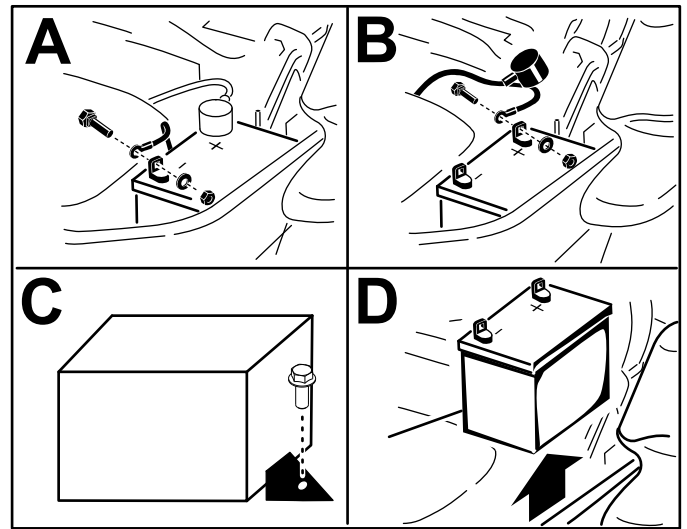

Figure 63
5. Retirez la batterie, comme montré à la Figure 63.